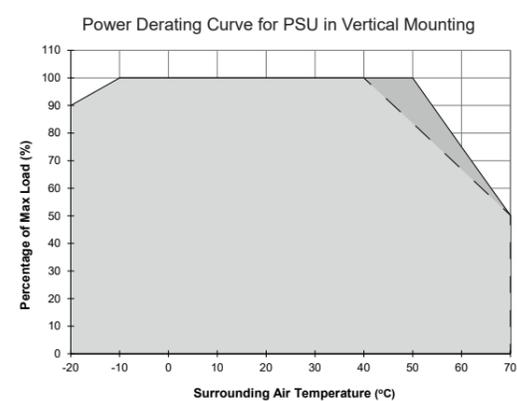

Figure 6
5.4. Thermal behavior (Fig. 6)
If the output capacity is beyond what is recommended in Fig. 6, the device will run into thermal protection by switching off i.e. the output voltage will go into latch-off mode until the component temperature cools down and the AC power is recycled.
Derating	Refer to Fig. 6 -10°C to -20°C (1% / °C) > 40°C (1.87% / °C) @ 115Vac > 50°C (2.5% / °C) @ 230Vac
Operating temperature (Surrounding air temperature)	-20°C to +70°C (Refer to Fig. 6)
5.4. Comportement thermique (Fig. 6)
Si la capacité de sortie est supérieure aux recommandations de la Fig. 6, l'appareil se mettra en protection thermique en coupant par exemple la tension de sortie et ira en mode verrouillage Off jusqu'à ce que la température de l'appareil diminue et l'alimentation AC soit recyclée.
Derating	Déclassement de puissance selon Fig. 6 <p>-10°C à -20°C (1% / °C) > 40°C (1,67% / °C) @ 115Vca > 50°C (2,5% / °C) @ 230Vca</p>
Température de travail (température d'environnement)	-20°C à +70°C (Déclassement de puissance selon Fig. 6)